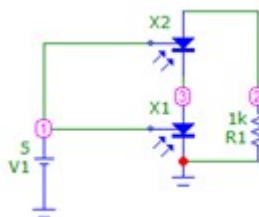

Рис. 2.3
- 2.3. Постройте в программе Micro-CAP схему согласно рис. 2.3.